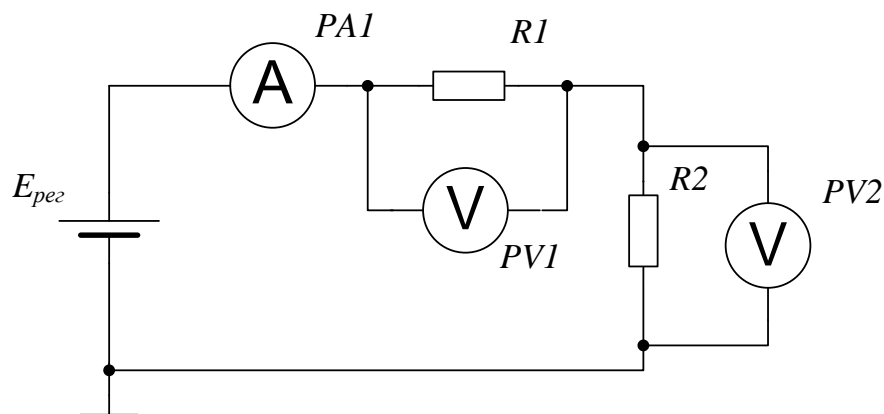

Рисунок 1.4 – Схема для дослідження в Multisim
2. Складіть електричну схему послідовного з'єднання джерела постійної напруги та двох резисторів, як показано на рис. 1.4.